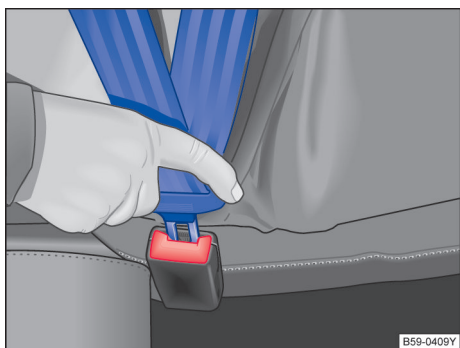

图 26 安全带锁扣和插口
- 将锁舌插入所属座椅的安全锁扣内，下压，直至听到啮合声 → 图 26。安全带锁舌被锁扣锁止。